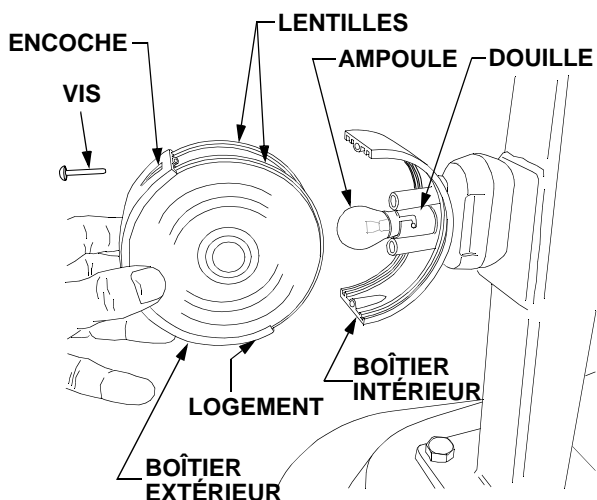

Figure 38
- Saisissez la moitié extérieure du boîtier du feu ainsi que les lentilles avant et arrière. Dévissez les deux vis unissant les boîtiers intérieur et extérieur. Ces deux vis se trouvent dans des logements au sommet et au bas du boîtier extérieur. Voir la Figure 38.